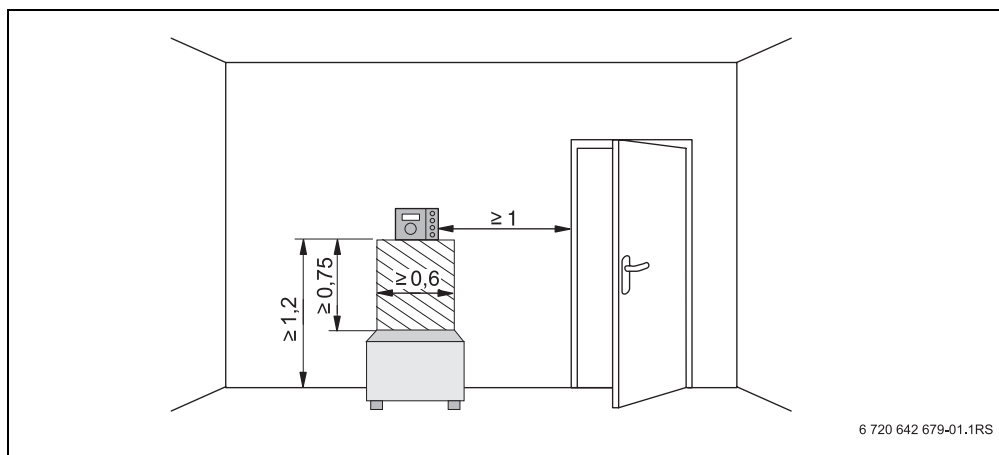

Fig. 1 Distanze minime per l'installazione nel locale di riferimento
- Posizione di installazione presso una parete interna (→ fig. 1).
- Sotto l'unità di servizio, lasciare dello spazio libero (→ fig. 1, superficie tratteggiata) (per una corretta misurazione della temperatura).